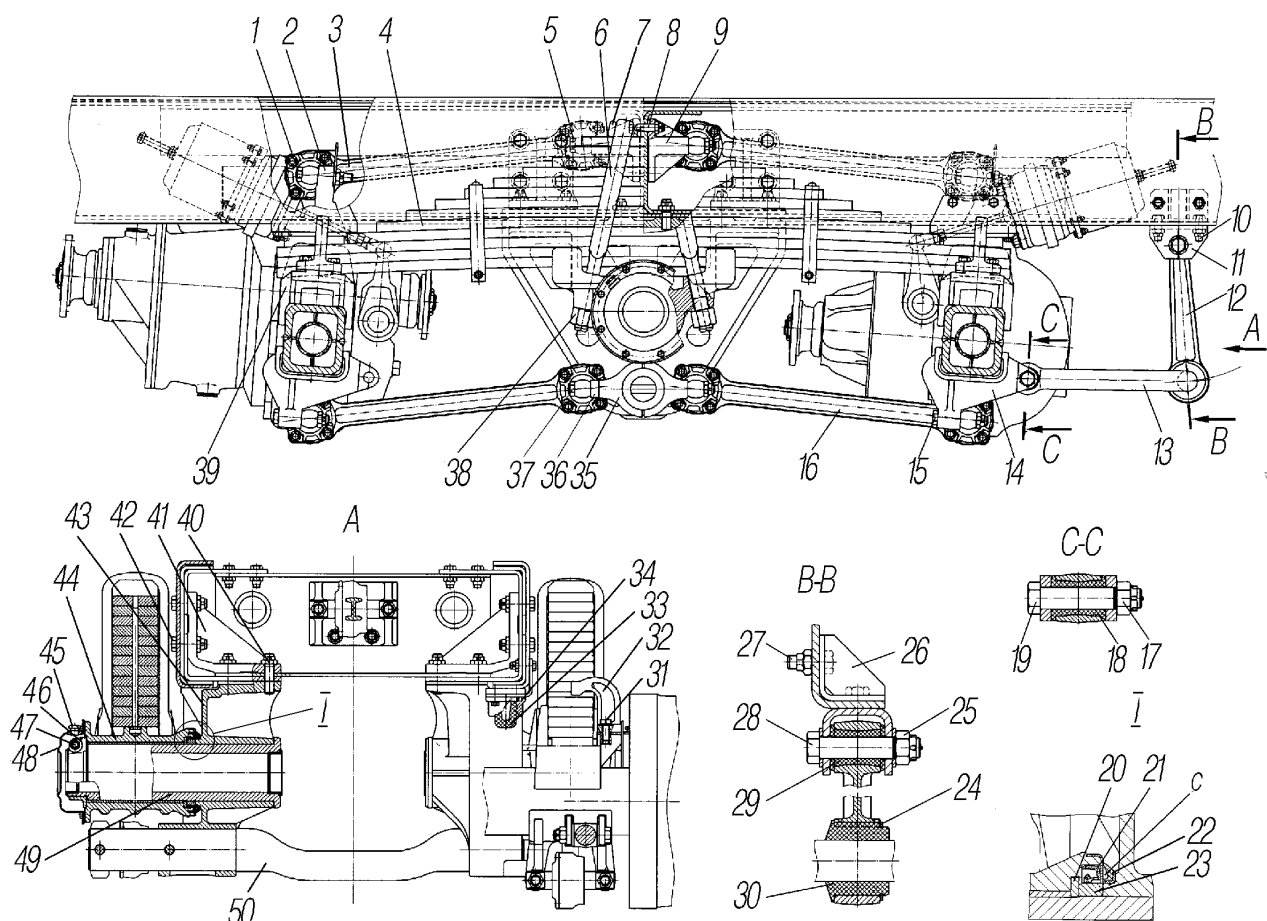

Рис. 34. Подвеска задняя:
**Задняя подвеска автомобиля** балансирующего типа на двух продольных полуэллиптических рессорах. Концы рессор скользят по опорным кронштейнам 39 (рис. 34).